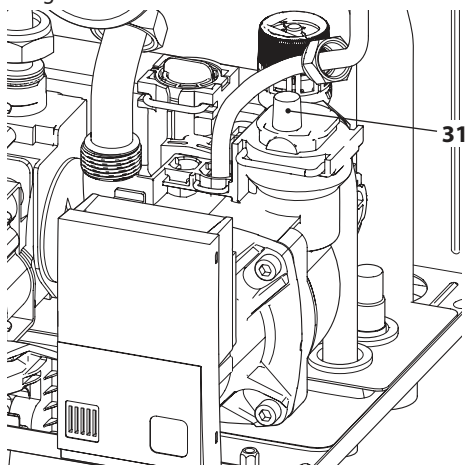

Figura 9.11
- Para facilitar el vaciado, levante el tapón 31 de la válvula de purga automática indicada en la Figura 9.11.